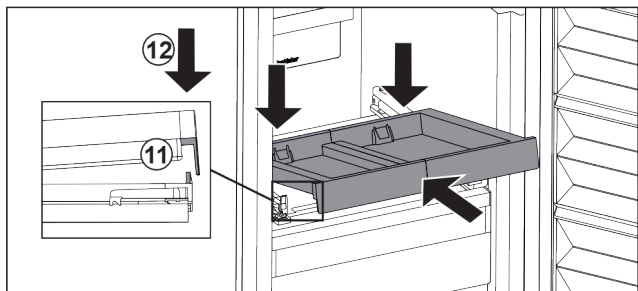

Fig. 121
- ▶ Gurnite ukoso. Pazite na to da je na obje strane graničnik iza jezička. Fig. 121 (11)
- ▶ Spustite izvlačnu ploču naprijed. Fig. 121 (12)